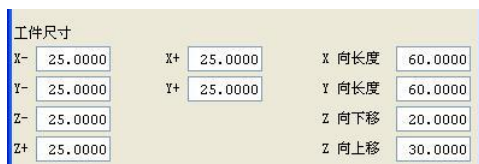
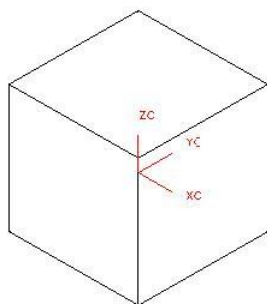

图5-4
图5-5
3. 在【注塑模向导】工具条中单击【工件】  按钮, 弹出【工件尺寸】对话框。设置工件尺寸参数, 如图 5-4 所示, 单击 **确定** 按钮创建工作件, 如图5-5 所示。